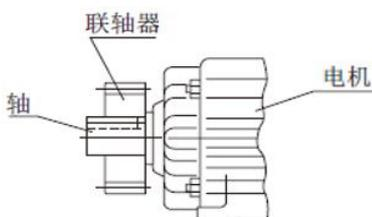

图5-2
- 链轮及齿轮在轴上的载荷作用点应尽可能靠近负载侧端盖(从轴中央开始,参考图5-2)。